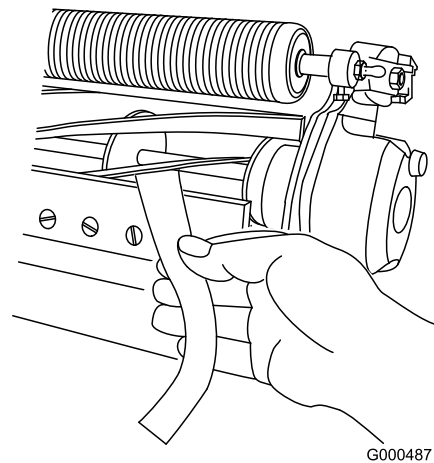

Bild 11
- B. Führen Sie einen langen Streifen des Schneidleistungspapiers senkrecht zum Untermesser (Bild 11) zwischen die Spindel und das Untermesser ein, drehen Sie die Spindel dann **langsam** nach vorne. Sie sollte das Papier zerschneiden. Wiederholen Sie
11. Führen Sie einen langen Streifen des Schneidleistungspapiers (Toro Teilenummer 125-5610) senkrecht zum Untermesser (Bild 11) zwischen die Spindel und das Untermesser ein, drehen Sie die Spindel dann **langsam** nach vorne. Sie sollte das Papier zerschneiden. Drehen Sie sonst jede Einstellschraube des Untermessers um einen Klick nach rechts und wiederholen Sie diesen Schritt, bis das Papier zerschnitten wird.